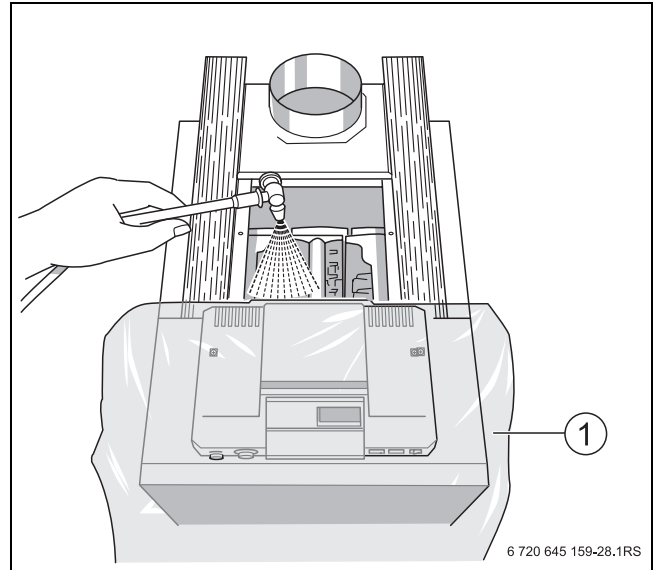

Рис. 46 Влажная чистка котла
- ▶ Равномерно распылите чистящее средство сверху в газоотводящие каналы (→ рис. 46).